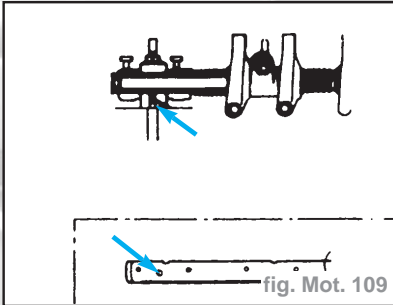

fig. Mot. 109
- La partie de l'axe comportant l'orifice de passage d'huile le plus large (flèche) vers l'avant du moteur, aligner les vis de fixation sur les encoches de la rampe de culbuteurs (fig. Mot. 109).